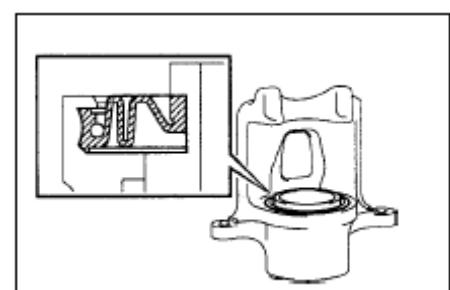

Рис. 284
(1) Нанесите литиевую смазку на пылезащитную манжету нового тормозного цилиндра, и установите его на тормозной цилиндр(рис. 284).
(2) С помощью отвертки установите стопорное кольцо.